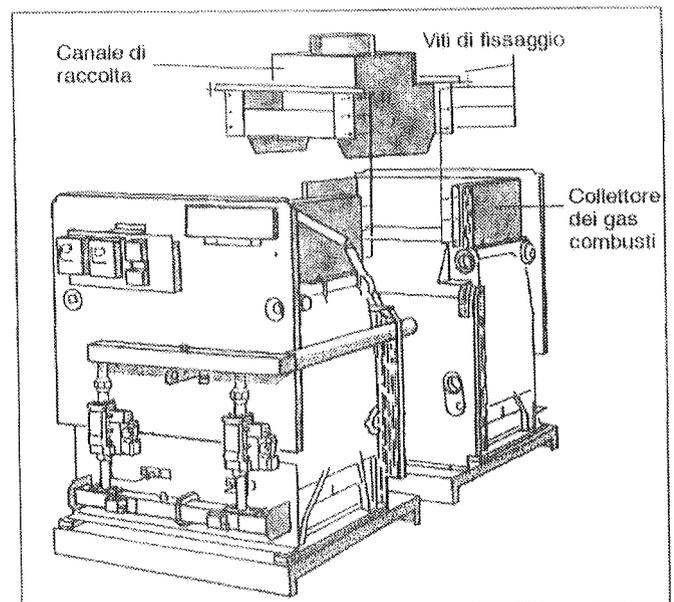

Fig. 6: Inserire il canale di raccolta G334 XD
- Collocare il canale di raccolta da sopra tra i collettori dei gas combusti (Fig. 6).
- Avvitare fissamente il canale di raccolta (Fig. 6).